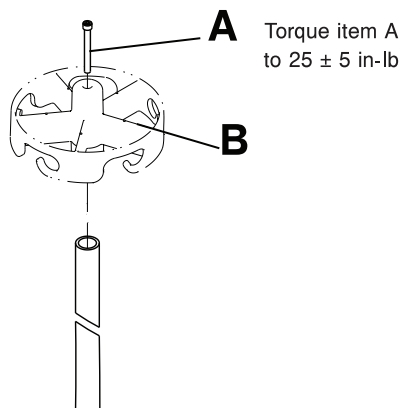

Rysunek 12-31: Wymiana stojaka do wlewów dożylnych
2. Za pomocą klucza imbusowego 3/16 cala wyjąć śrubę imbusową (G) ze środka szczytowego elementu stojaka do wlewów dożylnych (F) (Rysunek 12-31 na stronie 12-52). Zachować śrubę.
3. Postukać i wypchnąć w górę szczytowy element stojaka do wlewów dożylnych (F) (Rysunek 12-31 na stronie 12-52), aby zdjąć szczytowy element. Zachować szczytowy element stojaka do wlewów dożylnych.
4. Za pomocą małego wkrętaka płaskiego wyjąć zatyczkę rurki (H) z dolnej części stojaka do wlewów dożylnych (E) (Rysunek 12-31 na stronie 12-52). Zachować zatyczkę rurki.
5. Za pomocą klucza imbusowego 3/16 cala wyjąć dwie śruby z łbem płaskim (A), aby zdjąć dolne zaciski stojaka do wlewów dożylnych (B) z ramy krzesła (Rysunek 12-31 na stronie 12-52). Zachować śruby i zaciski.
6. Za pomocą klucza imbusowego 3/16 cala wyjąć dwie śruby z łbem płaskim (A) mocujące górne zaciski stojaka do wlewów dożylnych (C) do ramy krzesła. Wyjąć sworznie (D) i zaciski (C). Zachować śruby, sworznie i zaciski. Wyrzucić stojak do wlewów dożylnych (E) (Rysunek 12-31 na stronie 12-52).
2. Włożyć dostarczoną nakrętkę parasolową (0018-045-000) (J) do górnej części stojaka do wlewów dożylnych (E) (Rysunek 12-31 na stronie 12-52). Górna część nakrętki parasolowej powinna się znajdować w odległości około 12,7 mm od górnej części stojaka do wlewów dożylnych.
3. Włożyć dostarczoną zatyczkę rurki (0037-225-000) (H) do dolnej części stojaka do wlewów dożylnych (E) (Rysunek 12-31 na stronie 12-52).
4. Umieścić szczytowy element stojaka do wlewów dożylnych (F) na stojaku do wlewów dożylnych (E) i delikatnie postukać wnętrzem dłoni szczytowy element, do chwili osadzenia szczytowego elementu na stojaku do wlewów dożylnych (E) (Rysunek 12-31 na stronie 12-52).
5. Za pomocą klucza imbusowego 3/16 cala zainstalować dostarczoną śrubę imbusową (0004-672-000) (G), aby przymocować element szczytowy stojaka do wlewów dożylnych do stojaka. Za pomocą klucza dynamometrycznego 3/8 cala (cale-funty), dokręcić śrubę do  $25 \pm 5$  cali-funtów ( $2,8 \pm 0,6$  Nm).
7. Włożyć sworznie (0026-349-000) (D) do przedniej części górnego zacisku stojaka do wlewów dożylnych (zdjętego podczas czynności 6).